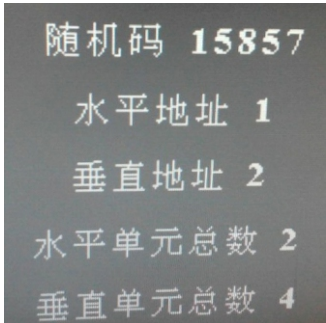

图1.6.5
1.6.2 点击控制软件的 ,所有大屏出现类似下图1.6.5信息:
将图1.6.5中的信息填入图1.6.6中，就变成下图1.6.7：